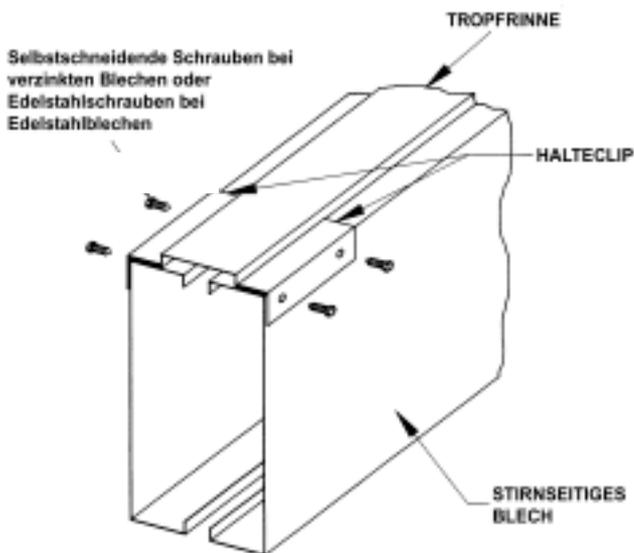

Abb. 5 – Installation Tropfrinne
8. Entfernen Sie die 8 mm Schrauben, mit denen die Halteclips am Aggregateende befestigt sind. Legen Sie die Tropfrinne über den die zusammengefügte Flansche der Wasserwannenteile. Drehen Sie die Halteclips und verschrauben Sie diese wieder mit den vorher entnommenen Schrauben (Abb. 5).